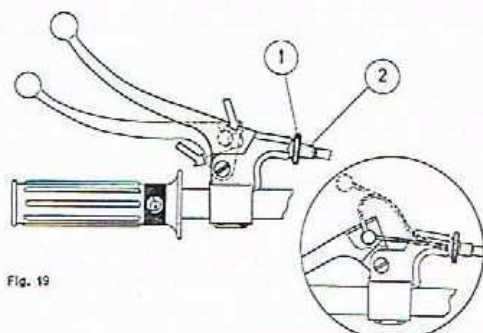

Fig. 19
Para disminuir el juego del accionamiento del embrague se debe girar la rueda grafilada 1 de modo que el tornillo tensor 2 se desenrosque fuera del mando (Fig. 19).
3. **Instalación de un nuevo cable-funda de embrague.** Para ello, recuperar el tornillo tensor (2, fig. 19) hasta hacer tope. Dominar la palanca hacia adelante para extraer el terminal de su alojamiento. Tirar del cable por arriba en unos centímetros y sacar el terminal por la entalla existente debajo del mando. (Detalle fig. 19).
Pour diminuer le jeu de la commande d'embrayage, il faut tourner la roulette cannelée 1 de façon à ce que la vis de tension 2 se dévisse vers l'extérieur de la commande (fig. 19).
3. Montage d'un nouveau câble-gaine d'embrayage. Pour cette opération, visser la vis de tension (2, fig. 19) à fond. Déplacer le levier en avant pour extraire la cosse de son logement. Tirer le câble vers le haut de quelques centimètres et sortir la cosse du câble par l'entrée qui se trouve sous le levier. (Voir détail sur la fig. 19).
To decrease the amount of play, rotate the serrated wheel 1 so that the adjuster is extended from the mount (fig. 19).
3. Installing a New Clutch Cable and Sheath Assembly. To do so, turn in the clutch rod adjusting screw (2, fig. 19) as far as it will go. Push the lever forward in order to remove the cable terminal from its housing. Pull the cable upwards a few centimeters and remove the cable terminal from the slot under the clutch lever. (Detail in fig. 19).